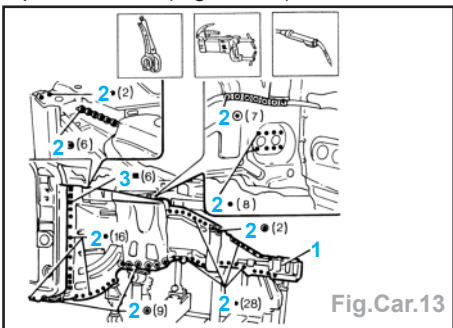

Fig.Car.13
- Positionner correctement la pièce extérieure (1) sur le véhicule en utilisant les pinces-étau (Fig.Car.13).